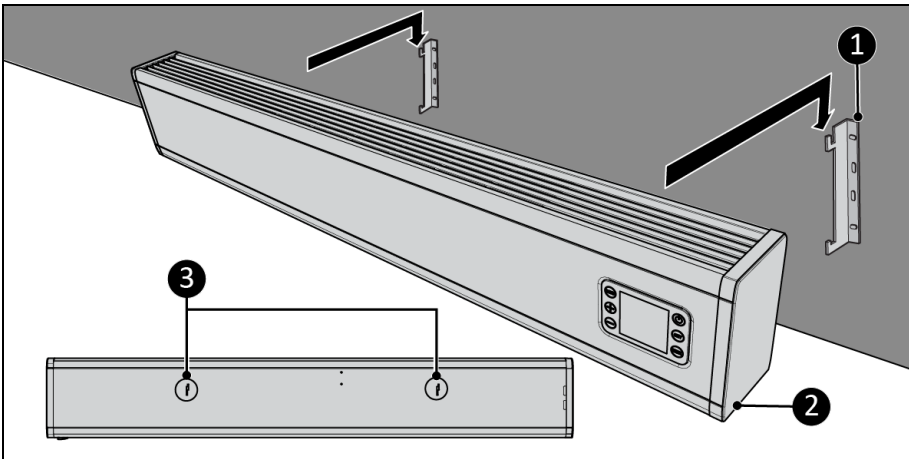

Abbildung 11
7. Platzieren Sie die Halterungslöcher (Abbildung 11, Pos. 3) über den Wandhalterungen (Abbildung 11, Pos. 1).
8. Lassen Sie das Gerät (Abbildung 11, Pos. 2) in die Öffnungen der Wandhalterungen gleiten (Abbildung 11, Pos. 1).